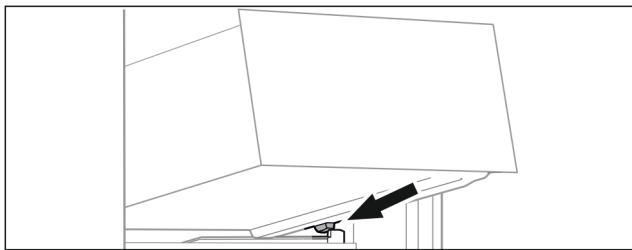

Fig. 96
- ▶ Nasadíte zásuvku šikmo za zádržkami na rebro nádoby. (pozri Fig. 96)